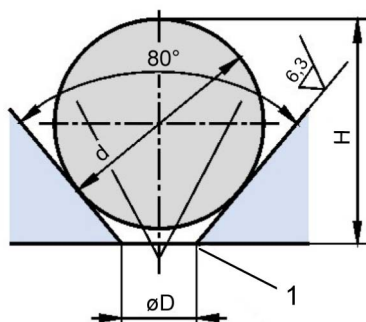

Fig. 35 : Géométrie du seuil d'injection
- Le fonctionnement de la buse à canal chaud est influencé de manière significative par le diamètre $\varnothing D$ ($\Rightarrow$ Fig. 35) du seuil d'injection.